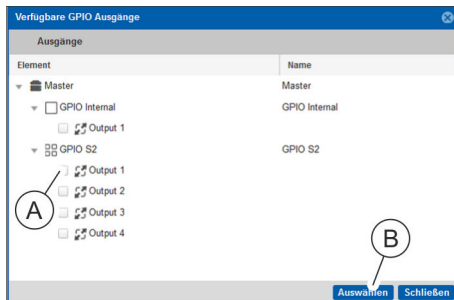

Abb. 126: Fenster „*Verfügbare GPIO Ausgänge*“
- ⇒ Das Fenster „*Verfügbare GPIO Ausgänge*“ (Abb. 126) öffnet sich.
10. ➤ Gewünschten Ausgang am GPIO-Modul auswählen (Abb. 126/Ⓢ) und die Auswahl über die Schaltfläche „*Auswählen*“ (Abb. 126/Ⓢ) übernehmen.